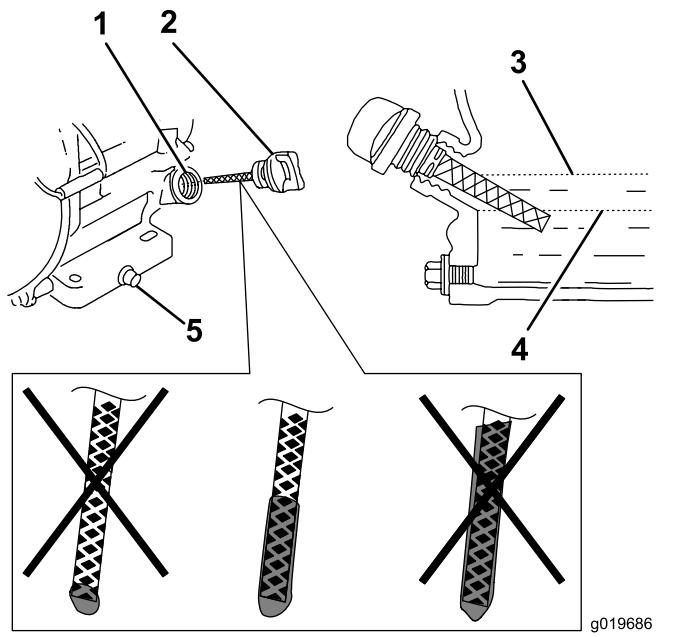

Рисунок 18
6. Выньте щуп и проверьте уровень моторного масла (Рисунок 18).